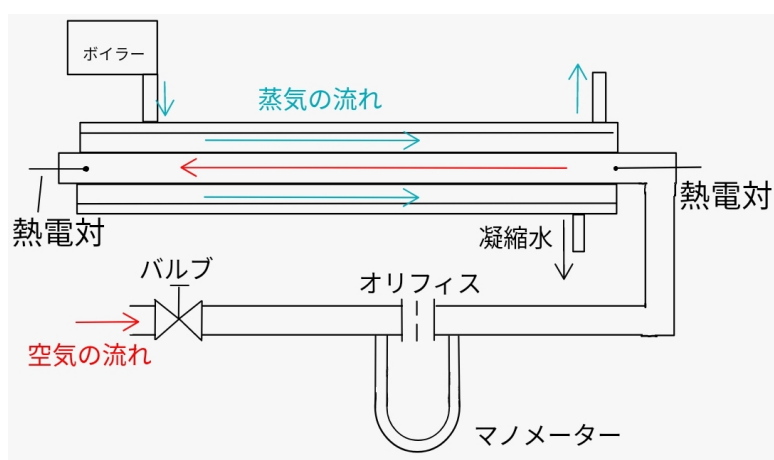
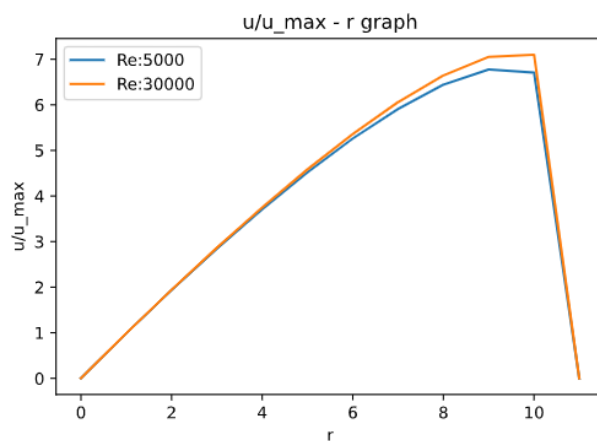

図2 実験装置図
図3  $u/u_{\max} - r$  グラフ
4 で測定した出口温度の分布から出口温度の平均を算出した。温度分布は (15) 式のような  $1/n$  乗則 (Re=5000 で  $n=6$ , Re=30000 で  $n=7$ ) を仮定し、図 2 の  $\frac{ru}{u_{max}} - r$  のグラフ, 図 3 の  $\frac{ru\theta}{u_{max}} - r$  グラフを描画した。次に (16) 式の積分を図積分を用いて計算し、平均温度  $\theta_{2av}$  を算出した。